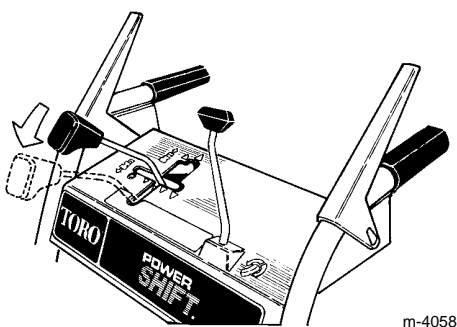

Figure 10
6. Amenez manuellement les roues en position Power Shift **arrière**. Pour ce faire, tirez verticalement sur les mancherons et poussez le levier de commande Power Shift à fond vers l'avant (Fig. 10).